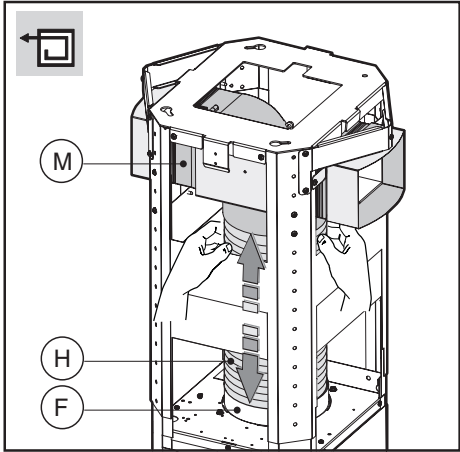

Fig.9
- **Versione filtrante:** collegare il tubo flessibile **H** (non fornito) al deflettore **M** (fig.9).
- Fissare il tubo flessibile **H** sulla Flangia di raccordo **F** (Fig.9).